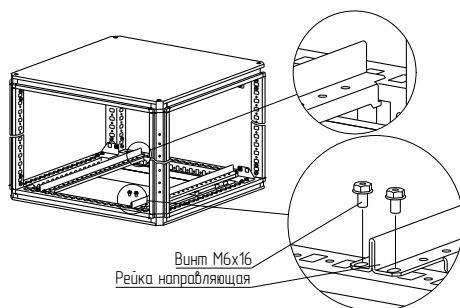

Рисунок 5
4.1.5 Для удобства установки панели монтажной рекомендуется применять направляющие рейки (рисунок 5). Направляющие рейки необходимо закрепить на основании винтами с самонарезающей резьбой М6×10. Момент затяжки – 7 Н·м. Направляющие рейки приобрести отдельно.